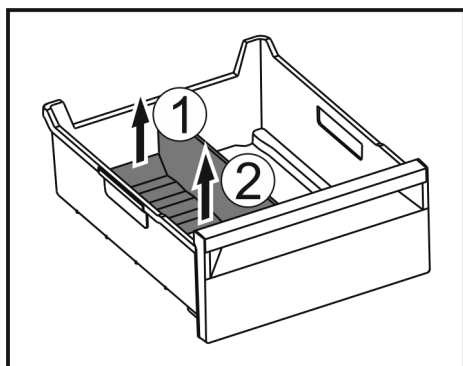

Fig. 99
- Løft den bageste del af frostrumsadskilleren. Fig. 99 (1)
- Tag frostrumsadskilleren op og ud. Fig. 99 (2)